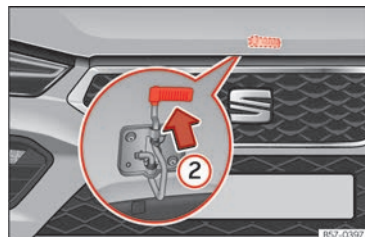

Abb. 207 Hebel unter der Motorraumklappe.
- Zum Anheben der Motorraumklappe drücken Sie den Hebel unterhalb der Motorhaube nach oben >>> **(Abb. 207) ②**. Dabei wird der Fanghaken entriegelt.